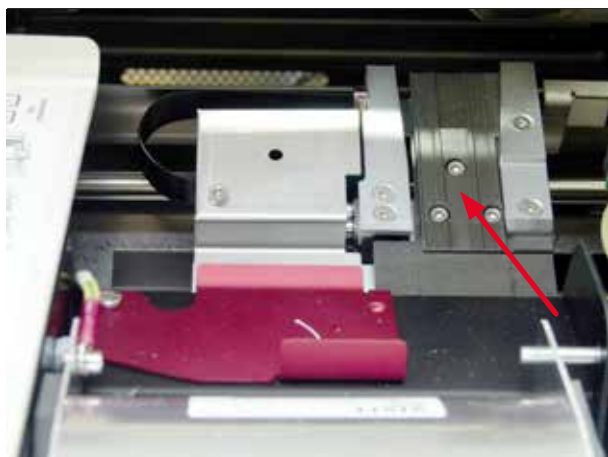

Fig. 50
- Station de transport (→ "Fig. 50")
- Fermer le volet après le nettoyage et avant l'utilisation de l'appareil (→ "Fig. 50").